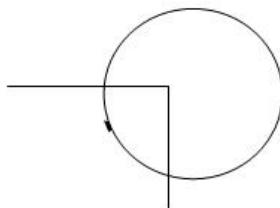

图 18 拐弯处探查示意图
(7) 管线拐弯处的探测：当用常规方法向前探测，收不到信号时，回走五步做环形探测，即可找到拐弯管线。也可采用一步一扫法，见图 18。